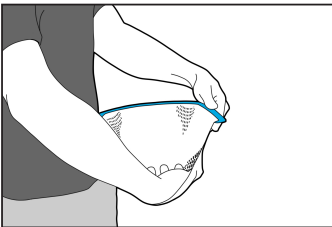

Fig. 1
2. För att försträcka en U-Frame eller en S-Frame håller du masken mot din höft med en hand. Sträck masken ungefär 15 cm (6 tum) med den andra handen (Fig. 1).